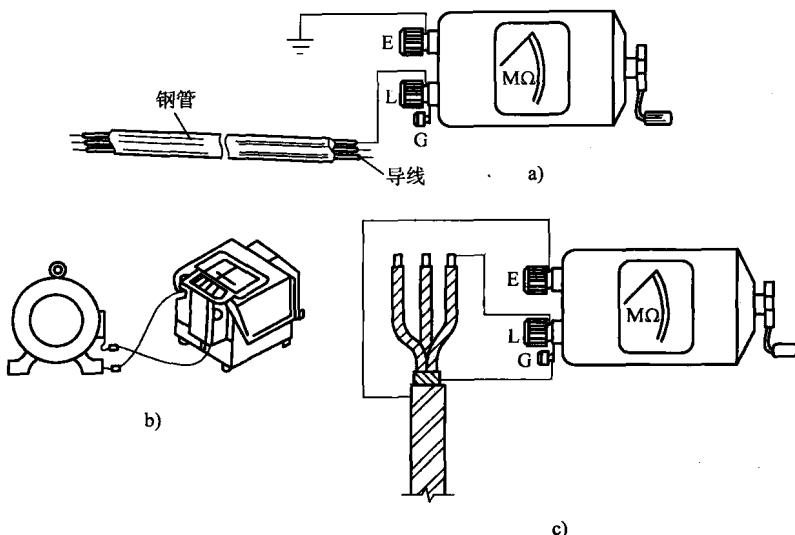

图 1-2 兆欧表的接线
4) 接线方式如图 1-2 所示，表 1-2 是具体的接线方法。